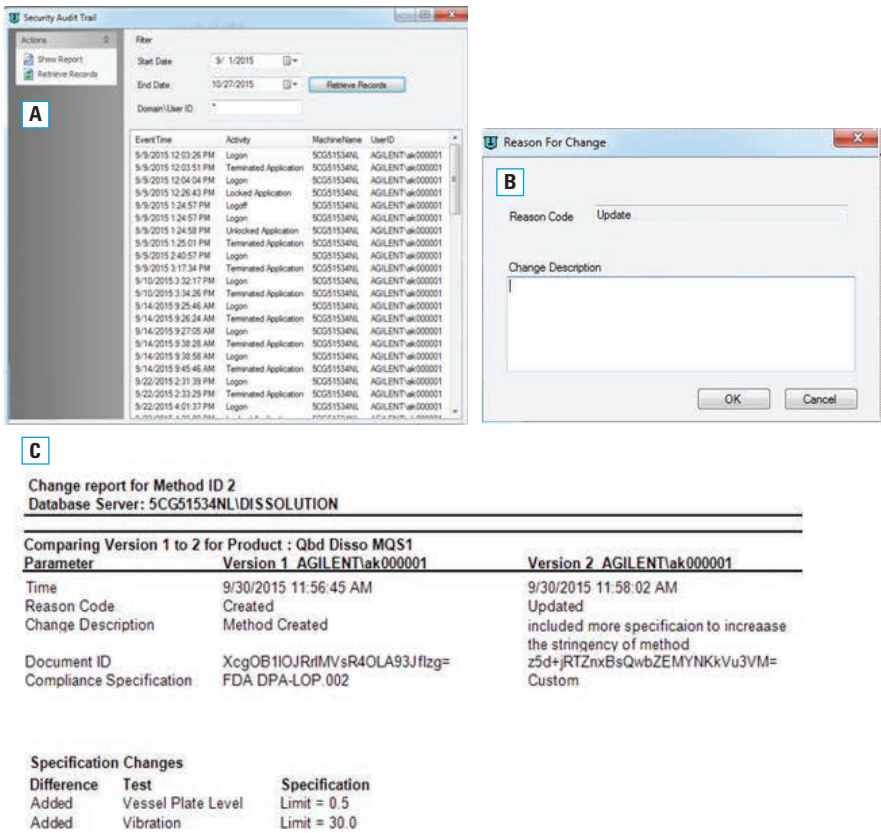

图 8. A) 安全审核追踪窗口，显示操作者条目和用于按日历检索记录的过滤器。B) 用户进行任何更改或更新方法时显示的弹出窗口。C) 显示汇总详细信息以及相同方法两个版本对比的报告
- **计算机生成的带时间戳的安全审核追踪：**用于单独记录操作者条目的日期和时间以及创建、存储或修改电子记录的操作。对电子记录的更改不会掩盖之前记录的信息（图 8）